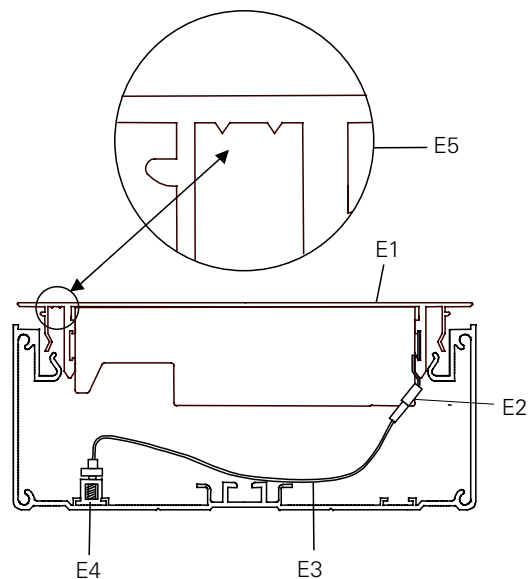

Bild 5: Einsetzen der Module
- Alle Abdeckungen und Module werden mit ihrer Aufsetzmarkierung linksseitig eingebaut (vgl. Bild 5).
Montage der Module (Bild 5)